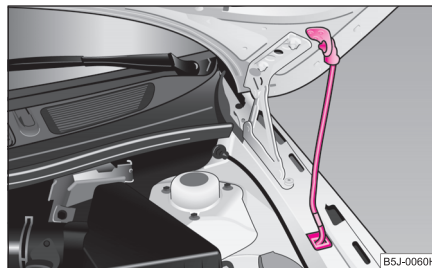

Abb. 146 Sicherung der Motorraumklappe mit der Klappenstütze
- Nehmen Sie die Klappenstütze aus der Halterung und setzen Sie die Klappenstütze in die dafür vorgesehene Öffnung ⇒ Seite 174, Abb. 146.